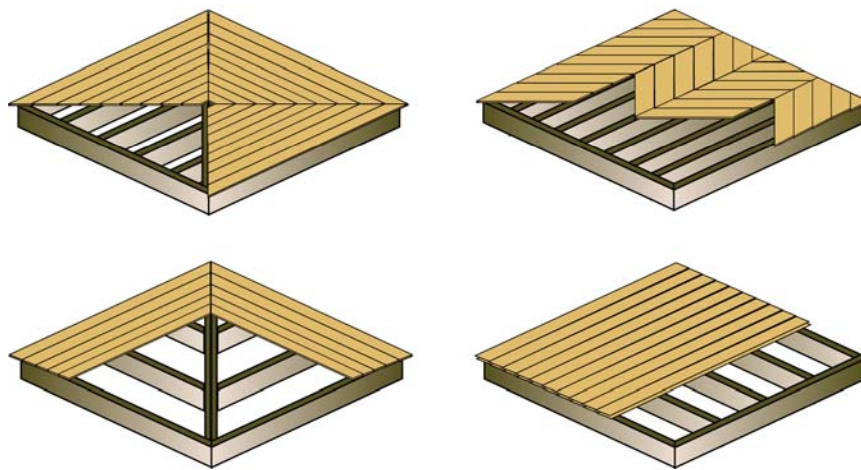

Figure 1: Exemples de dispositions possibles
**Forme et design de la terrasse:** Il y a des terrasses de toutes formes (voir figure 1), et, en fait, de simples changements tel qu'un coin qui forme un angle ou un design où les planches aboutent à un angle de 45° peuvent enjoliver une maison qui a un long mur très simple. Pourtant, plus le design est compliqué, plus c'est difficile à construire, et souvent, un tel design exige d'autres matériaux.